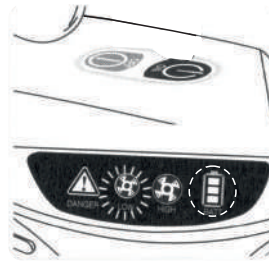

fig.72
- 2-Cuando el equipo entra en régimen sólo queda encendido el indicador de caudal LOW (bajo), ya que siempre inicia entregando el caudal nominal de 160 litros/min, y el indicador de batería que debe indicar plena carga (fig.72).